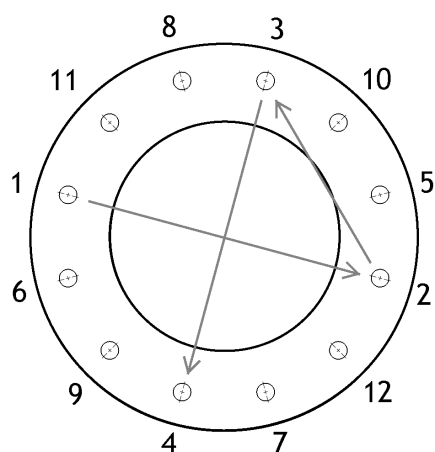

Figura 7. Ejemplo de apriete del perno de la brida.
3. Apriete los pernos de la brida uniformemente en una secuencia cruzada como se muestra en Figura 7. Flange bolt tightening example. La compresión recomendada para la brida del manguito de caucho se muestra en Diámetro nominal del perno de la brida PN10